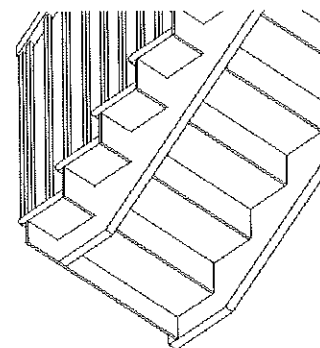

Figura 11.42 – Banzo direito - Movido para dentro da escada.
- **Deslocamento de banzo aberto:** habilitado somente ao selecionar **Banzo aberto**. Define a distância do suporte da lateral da escada para dentro. A Figura 11.42 mostra uma escada vista de baixo com suporte de 0,2 cm para dentro da escada.